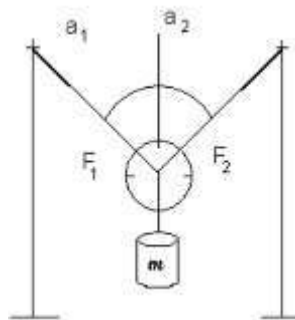

Figura 3
3. Girar el disco de forma que el hilo, del cual se halla suspendida la masa, coincida con uno de los radios del disco. De ésta manera no sólo se podrá determinar el ángulo entre los dos dinamómetros o fuerzas  $F_1$  y  $F_2$ , sino también los ángulos parciales  $a_1$  y  $a_2$  (figura 3).